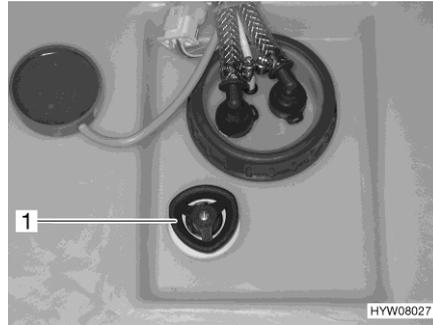

Fig. 135 Depósito de agua con tirador giratorio
- Girar el tirador giratorio (Fig. 135,1) del depósito de agua en sentido contrario a las agujas del reloj sobrepasando la resistencia, para abrir el orificio de salida completamente.